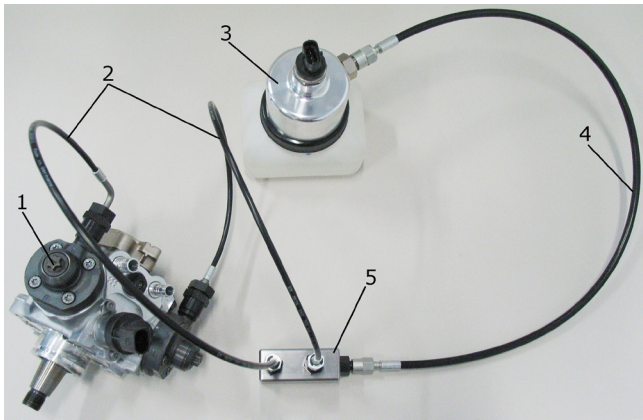

Abb. 14: Tilkoblingseksempel på Common Rail-høytrykkspumpe CP4.2
1. Før sammen høytrykkskoblingene til CP 4.2 (fig. 14, pos. 1) og samleskinnen (fig. 14, pos. 5) med svarte 60 MPa-slangene (fig. 14, pos. 2) og tilsvarende koblingsadapter, vinkel, mutter og trykkring (venstregjenge).
3. Koble til samleskinnen (fig. 14, pos. 5) med en svart 60 MPa-slange (fig. 14, pos. 4) på trykktransducermodulen (fig. 14, pos. 3).
5. Koble til 180 MPa-slangeledningen på trykktransducere (fig. 14, pos. 5).